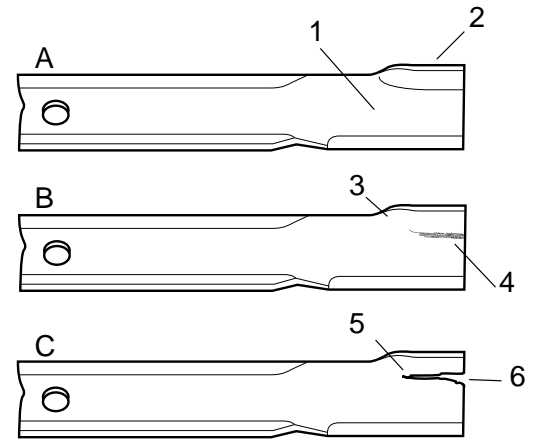

Fig. 13
Se si lascia consumare la lama si forma una tacca fra la costola e la sezione piana (Fig. 13-C). Alla fine un pezzo di lama si stacca e viene scagliato da sotto il corpo dell'apparato, compromettendo l'integrità fisica dell'operatore e degli astanti.
2. Controllare attentamente il tagliente della lama, facendo particolare attenzione al punto in cui le sezioni piane e curve si incontrano (Fig. 13-A). Sabbia e materiali abrasivi possono consumare il metallo che congiunge le sezioni piane della lama a quelle curve, pertanto controllare la lama prima di usare la macchina. In caso di usura (Fig. 13-B) cambiare la lama.